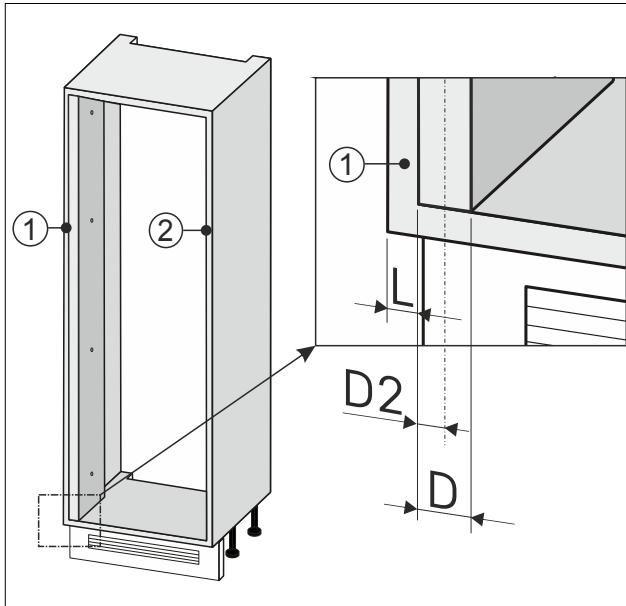

Fig. 89
- Noter den halve bredden Fig. 89 (D2) på veggutjevningen.